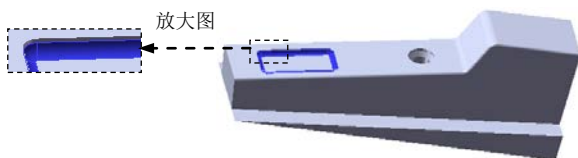

图 16.5.18 圆角 5
(5) 单击“圆角”对话框中的  按钮，完成圆角 4 的创建。
Step11. 创建图 16.5.18 所示的圆角 5。
(1) 选择命令。选择下拉菜单 **插入(I)** → **特征(F)** →  **圆角(U)...** 命令（或单击  按钮），系统弹出“圆角”对话框。